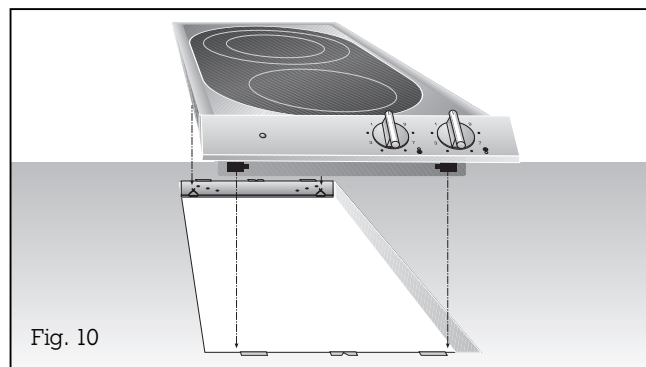

Fig. 10
- **Insérez l'appareil dans le plan de travail** en faisant en sorte que les ergots reposent précisément sur les ressorts de blocage. Enfoncez l'appareil fermement dans le plan de travail : les ergots de l'appareil se verrouillent dans les ressorts des rails (fig. 10).